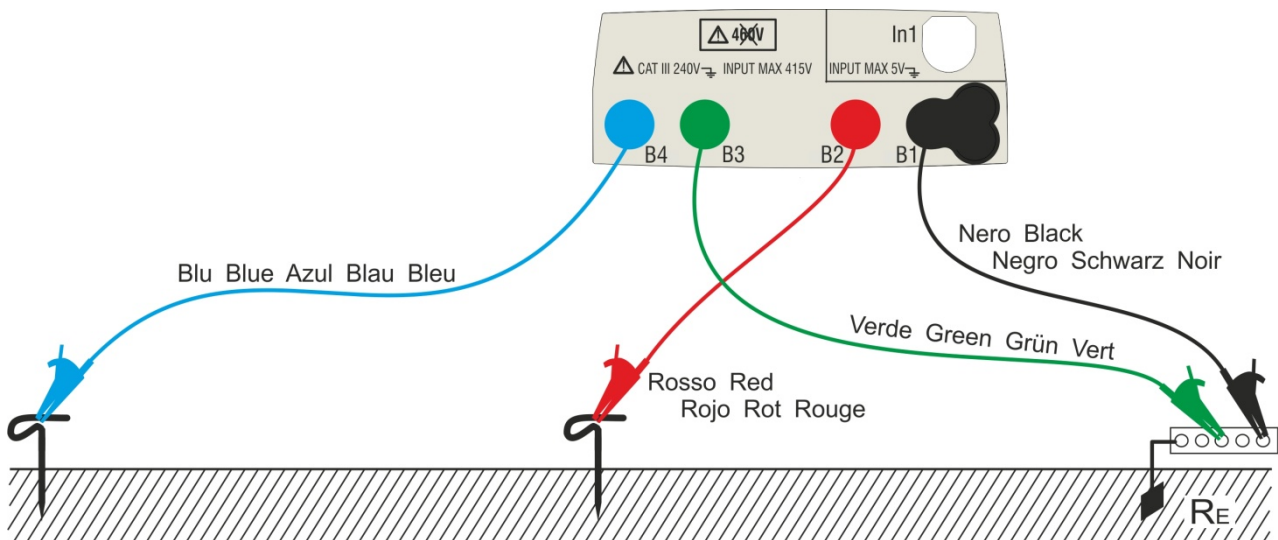
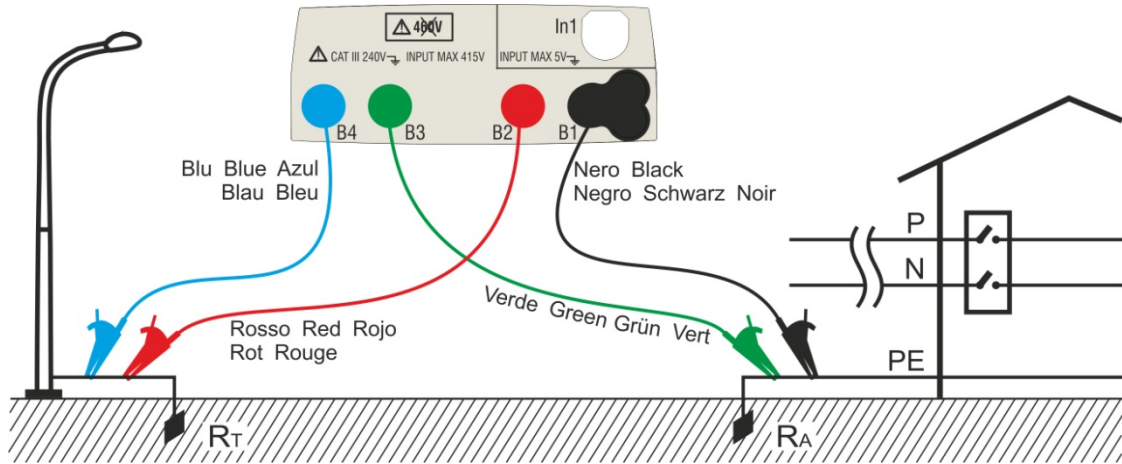
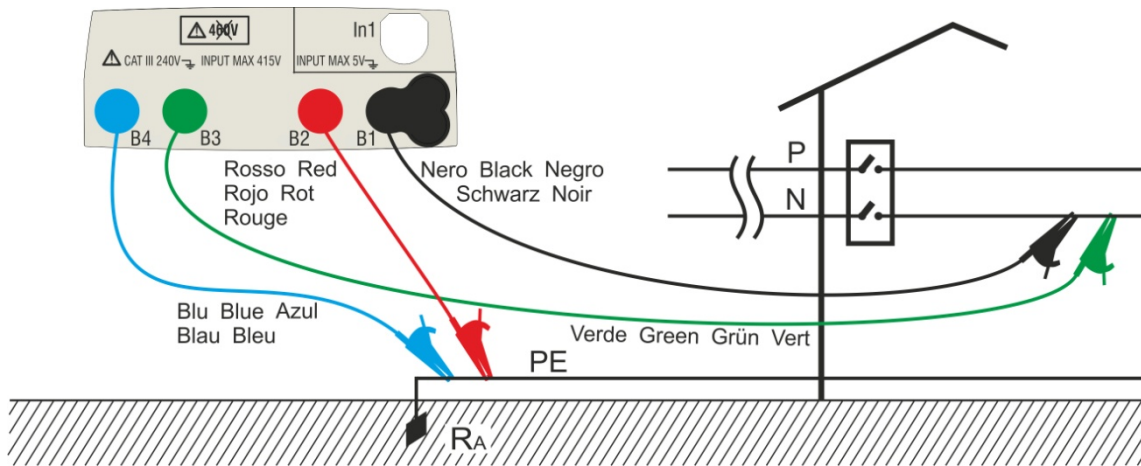
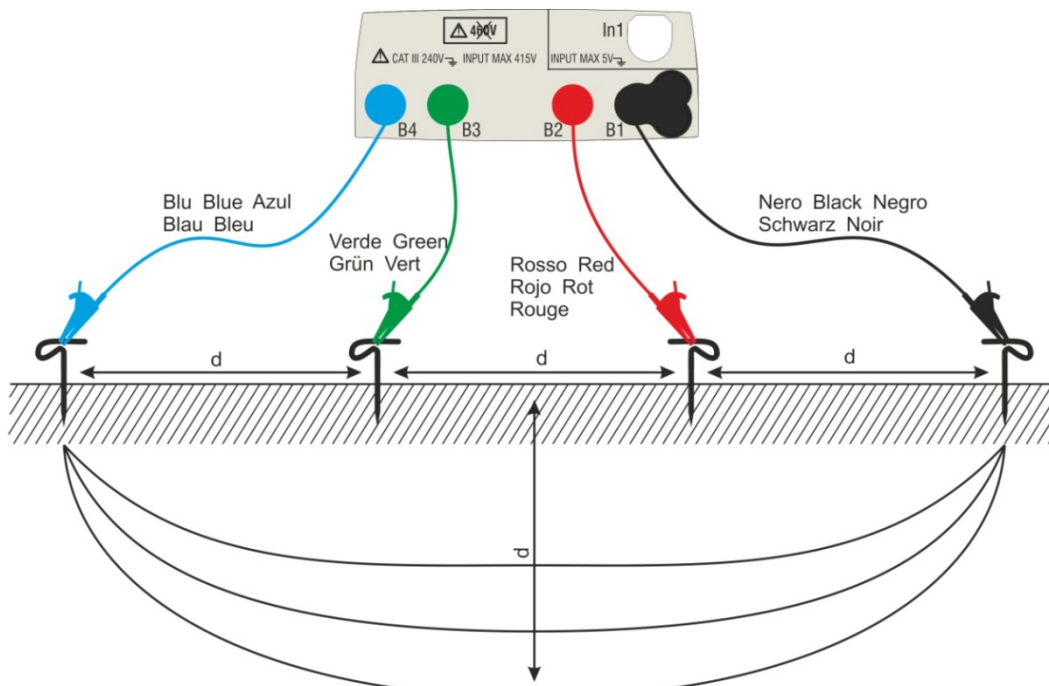

Abb. 24: 3-Punkt Erdungsmessung
Abb. 25: 2-Punkt-Erdungsmessung (mit Hilfssonde)
Abb. 26: 2-Punkt Erdungsmessung über N- Leiter an der Schalttafel
Abb. 27: Messung des spezifischen Erdwiderstandes
12. Schließen Sie die Krokodilklemmen an die Erdspieße und an das zu messende System entsprechend Abb. 24, Abb. 25, Abb. 26 oder Abb. 27 an.